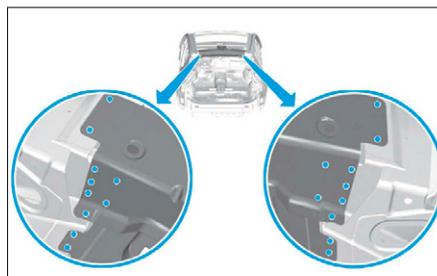
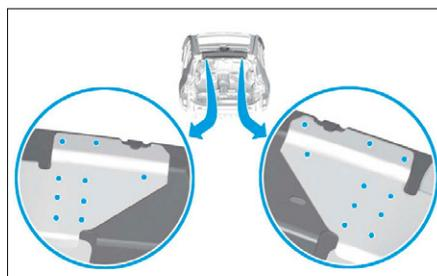

FIG. 160
FIG. 161
- Souder par points électriques (Fig.160) et (Fig.161).